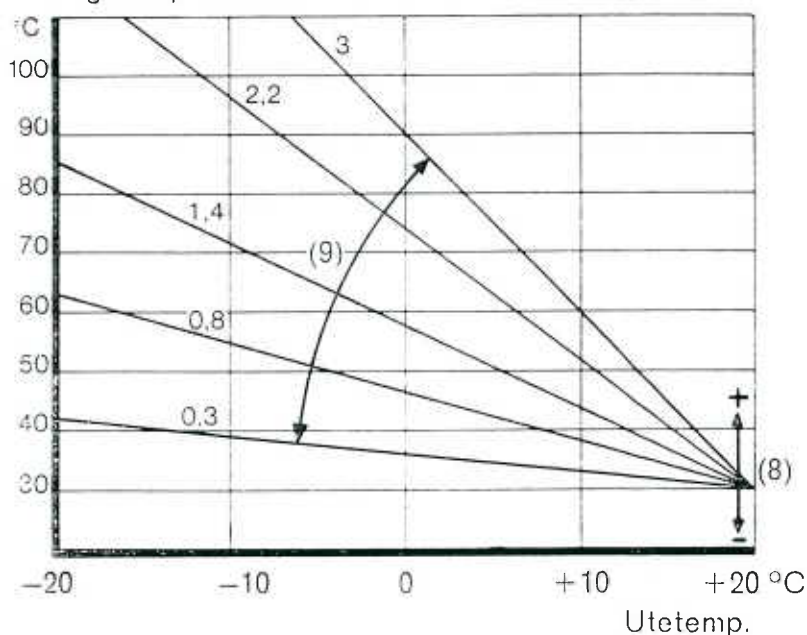

Bild 7
Utetemperaturgivarens styrning av framledningstemperaturen framgår av diagram (bild 7). Potentiometern under täcklock (9) är vid leverans inställd på kurva 1,4. Denna inställning ger vid en utomhustemperaturändring av 10° C en framledningstemperaturändring på 14° C.
Genom samspel mellan korrektionsinställningen (8) som ger parallellförskjutning och kurvlutningen (9) kan varje önskad värmekurva inställas. (Diagram bild 7).